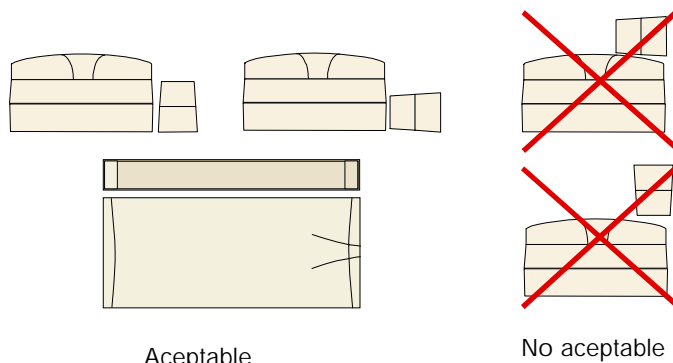

Figura 1 - Consideraciones de instalación (se muestran sin la Placa de montaje o Espaciador)
- Tenga en cuenta que el ensamblaje del imán se debe montar dentro de los 15 mm de distancia del Transmisor puntual y con una orientación correcta, tal como se muestra en la Figura 1.